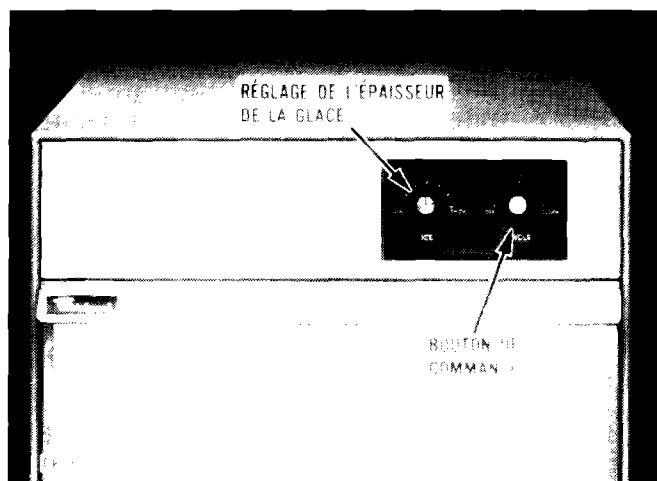

FIGURE 1 — TABLEAU DE BORD
La machine a été réglée en usine pour fabriquer des cubes de glace mesurant approximativement 13 mm d'épaisseur. L'épaisseur peut être augmentée ou diminuée en tournant le bouton de réglage « ICE » (fig. 1), mais le meilleur rendement est obtenu pour une épaisseur de 13 mm. (« THIN » : épaisseur mini; « THICK » : épaisseur maxi.)
1. Mettre le bouton de commande sur **OFF** (arrêt) (fig. 1).